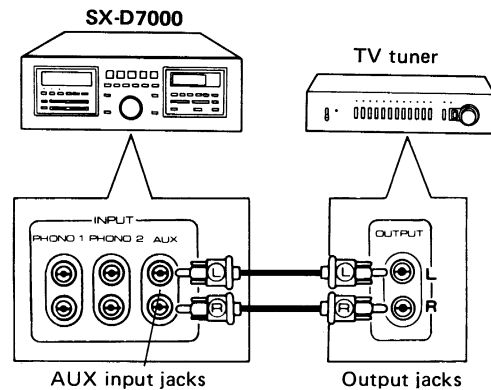

Fig. 3
**AUX JACK CONNECTIONS (Fig. 3)**